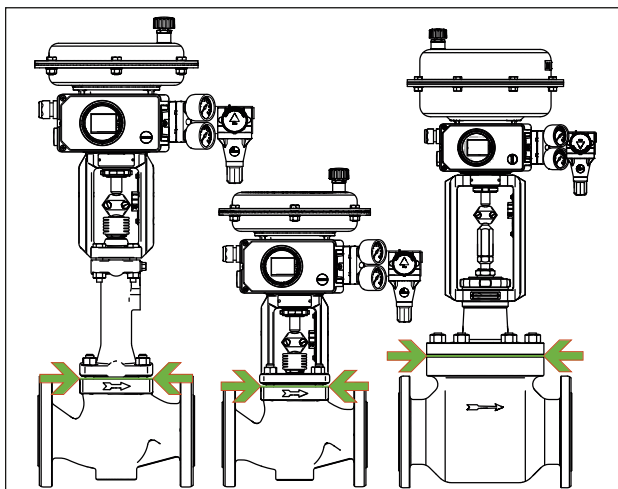

Bild 13: Grenze der Einisolierung von Stellventilen (Beispieldarstellung)
- ⇒ Stellventile nur bis zum Deckelflansch der Ventilgehäuse einisolieren, vgl. Bild 13. Dies gilt auch für Ausführungen mit Balg- oder Isolierteil bei Mediumstemperaturen unter 0 °C oder über 220 °C. Wird das Isolierteil mit einisoliert, verliert es seine Funktion!